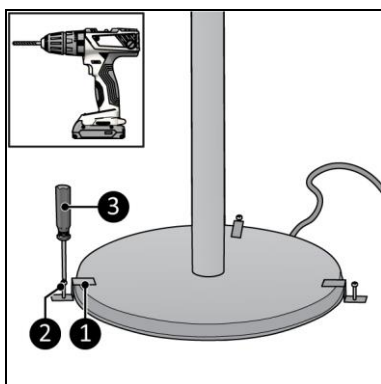

Figura 11
- Așezați cele trei console de fixare (Figura 11, poz. 1) pe bază și peste orificiu.
- Înșurubați consolele în poziție, folosind trei șuruburi (Figura 11, poziția 2) și o șurubelniță Phillips (Figura 11, poziția 3).